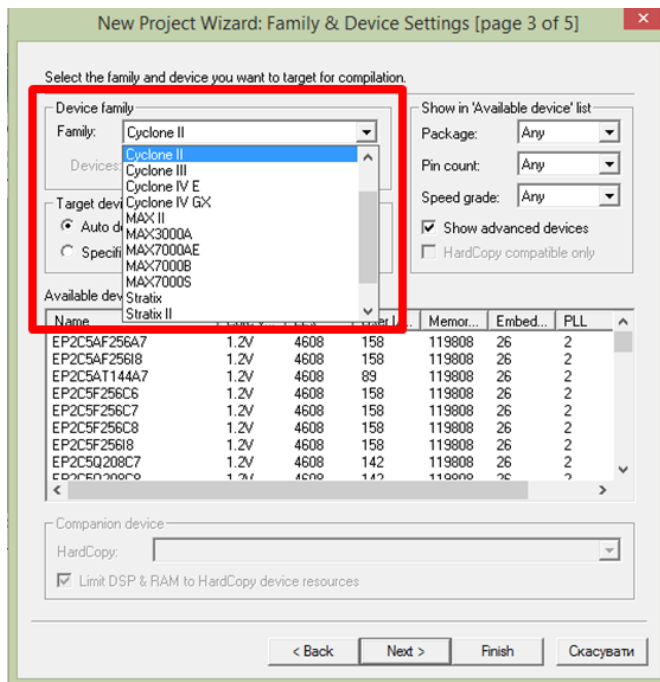

Рис. 4. Третя сторінка налаштувань New Project Wizard (вибір сімейства)
1.6. На сторінці 3 обираємо сімейство (**Family**) Cyclone II (рис. 4).